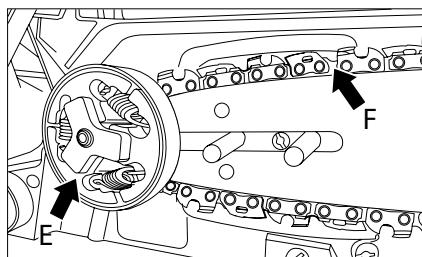

Rys. 6
- Zamontuj prowadnicę w taki sposób, aby szczelina prowadnicy pokrywała się z obiema śrubami (C) (rys. 6).